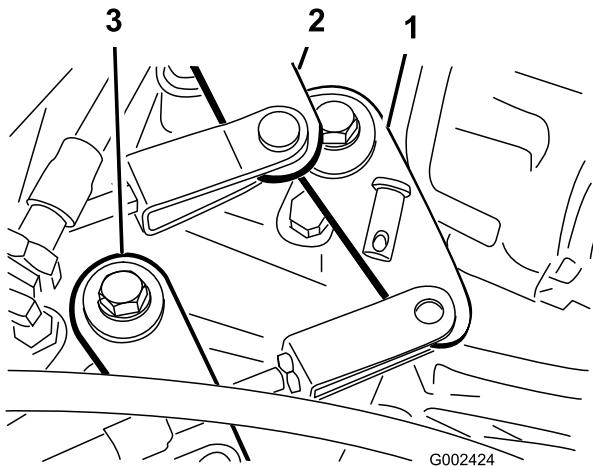

図 51
- シフトケーブルをトランスアクスルのシフトアームに固定しているクレビスピンドルを取り（図 51）。
- ハイロー・ケーブルをトランスアクスルに固定しているクレビスピンドルを取り（図 51）。